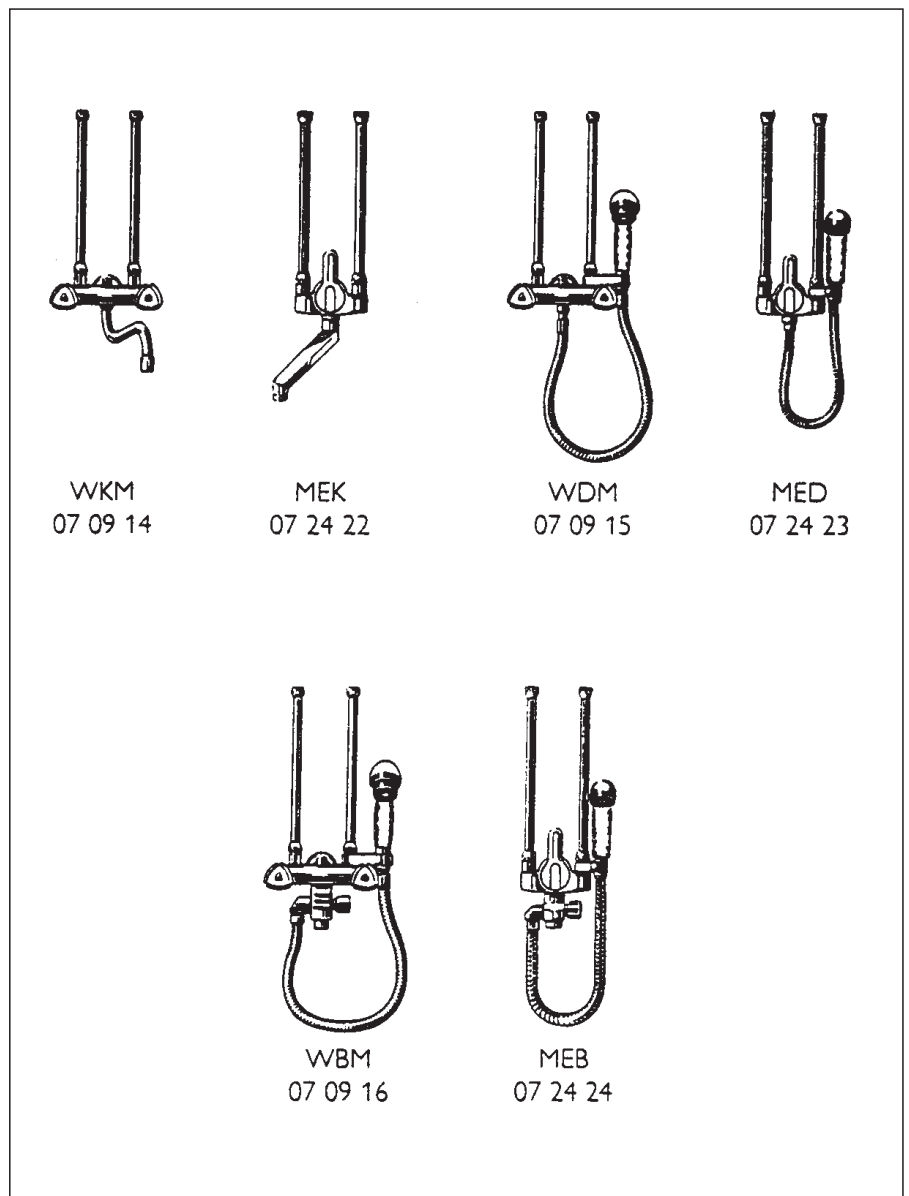

Fig. 8
- Con este tipo de instalación utilizar los grifos Stiebel Eltron para termo-acumuladores murales de tipo abierto (fig. 8).